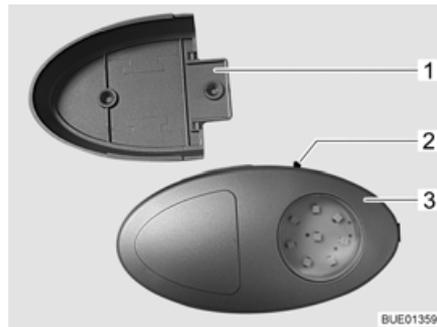

Fig. 85 Lámpara del armario ropero / linterna
- ▷ La lámpara del armario ropero puede ser extraída del soporte atornillado (Fig. 85,1) y ser usada como linterna.
El interruptor (Fig. 85,2) está instalado directamente en la lámpara del armario ropero (Fig. 85,3).